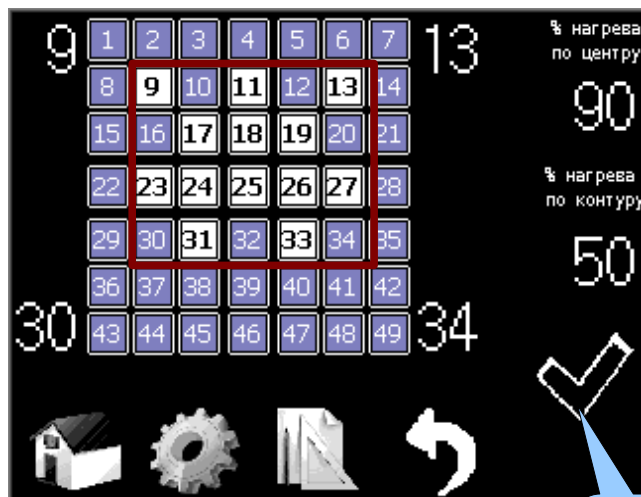

Рис. 5
Нажимаем кнопку **Выбор точек нагрева**, попадаем в следующее окно (рис. 5)
3. и нажимаем клавишу галочку **Ввод** (см. рис.5).